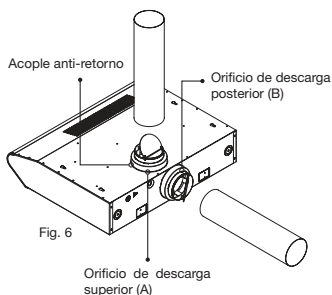

Fig. 6
• Para emplear la salida superior (A) o posterior (B) retire la tapa ejerciendo presión en los pre-cortes, luego ensamble el acople anti-retorno -excepto campana CX 4300- (ver bolsa de accesorios) en el orificio de descarga que se acomode a su necesidad, finalmente conéctelo al tubo de descarga como se muestra en la fig. 6